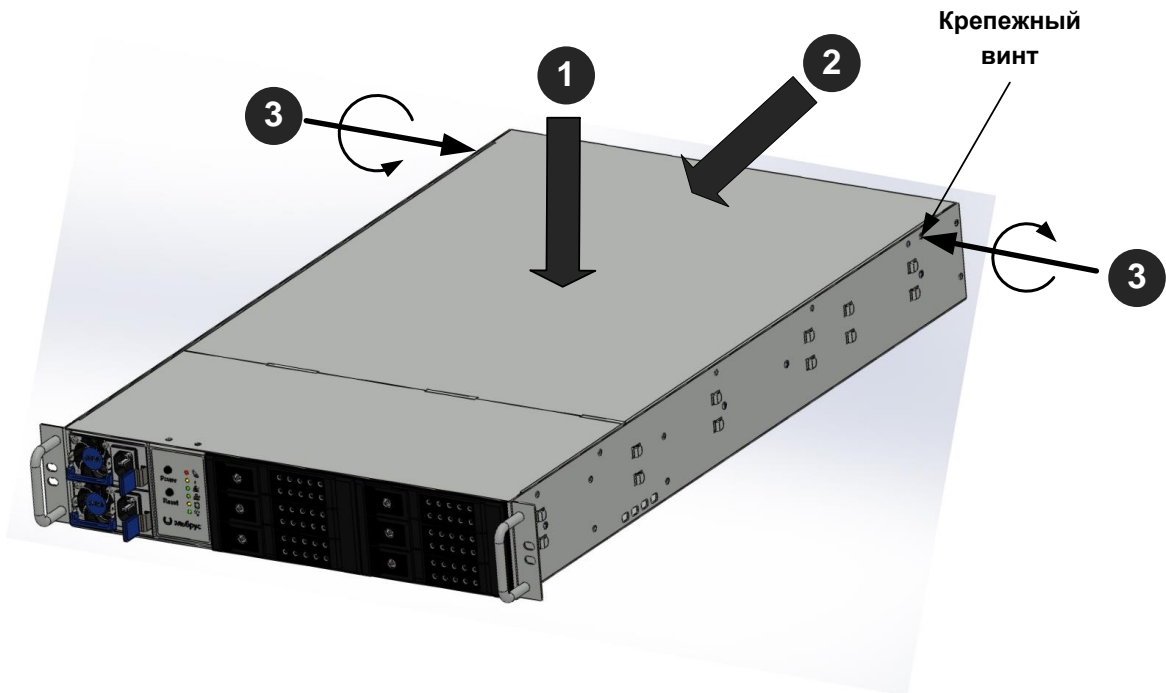

Рисунок 17 – Монтаж крышки корпуса
- установить крышку в корпус в направлении стрелки 1 (см. рисунок 17);
- сдвинуть крышку вперед на 1,5 см в направлении стрелки 2 (см. рисунок 17);
- прикрутить крестообразной отверткой два крепежных винта крышки корпуса в направлении стрелок 3 (см. рисунок 17).